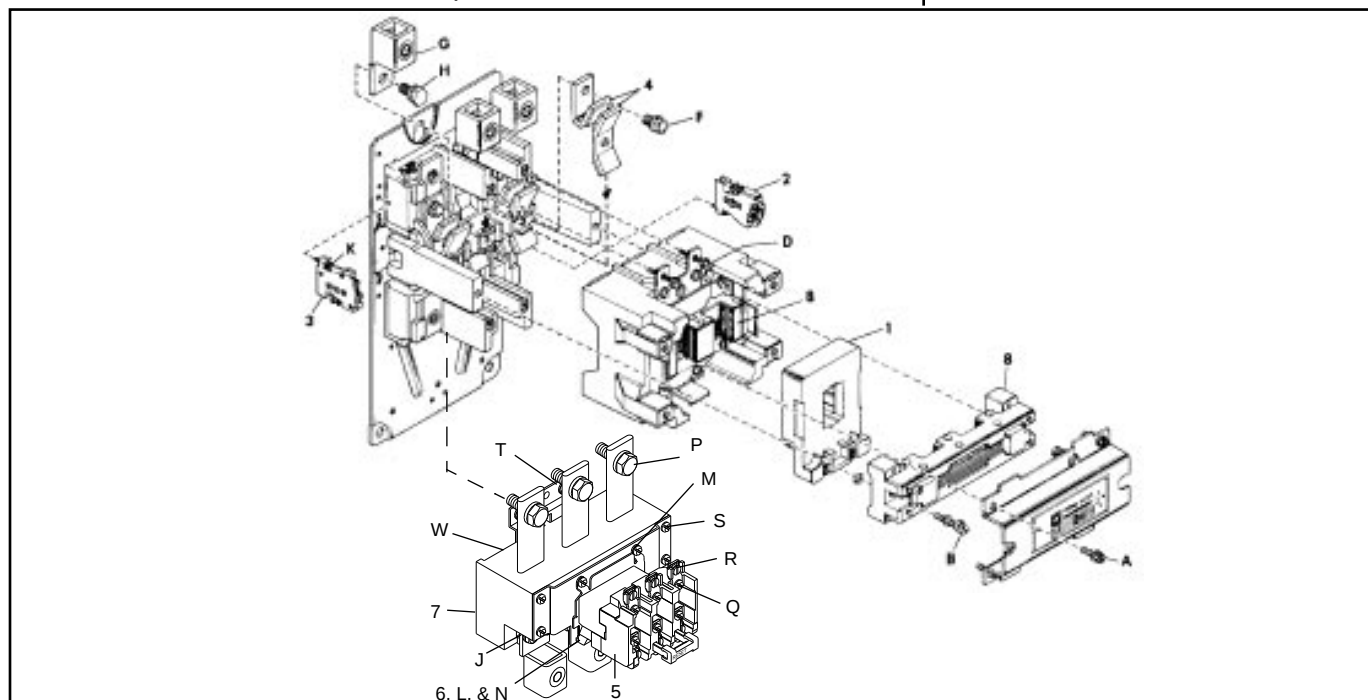

Figure 1 / Figura 1 / Figure 1: Contactor and Starter Assembly / Montaje del contactor y arrancador / Assemblage du contacteur et démarreur
- *Melting alloy overload relay:* incorporates three thermal units. Its contact unit (item 6 in Figure 1) is available with a normally open (N.O.) or normally closed (N.C.) isolated alarm contact in addition to the standard N.C. contact. The user may install the contact unit with alarm circuit contacts in the field. Table 5 on page 7 lists ordering information for overload relays.
- *Relais de surcharge à fusion d'alliage :* incorpore trois unités thermiques. Son unité de contact (article 6 sur la figure 1) est disponible avec un contact d'alarme isolé normalement ouvert (N.O.) ou normalement fermé (N.F.) en plus du contact standard N.F. L'utilisateur peut installer l'unité de contact avec des contacts de circuit d'alarme sur place. Le tableau 5 à la page 7 donne la liste des informations de commande pour les relais de surcharge.
To inspect or replace contacts, follow these steps: (All item numbers refer to Figure 1.)
To ensure proper alignment of the contact actuator in the reassembled device, tighten in sequence the four screws (item D in Figure 1 on page 1) that hold the contact actuator to the contact block. As you face the contactor/ starter, mounted in the normal vertical position, the tightening sequence is: lower left, upper left, upper right, and lower right. Follow tightening torques listed in Table 2 on page 5 when assembling the device.
Pour inspecter ou remplacer les contacts, suivre les étapes suivantes : (tous les numéros d'article concernent la figure 1).
Pour assurer l'alignement convenable de l'actionneur du contact dans le dispositif réassemblé, serrer dans l'ordre les quatre vis (article D sur la figure 1 à la page 1) qui attachent l'actionneur du contact au bloc du contact. En faisant face au contacteur/démarreur monté dans la position verticale normale, l'ordre de serrage est : en bas à gauche, en haut à gauche, en haut à droite et en bas à droite. Respecter les couples de serrage donnés sur le tableau 2 à la page 5 lors de l'assemblage de cet appareil.